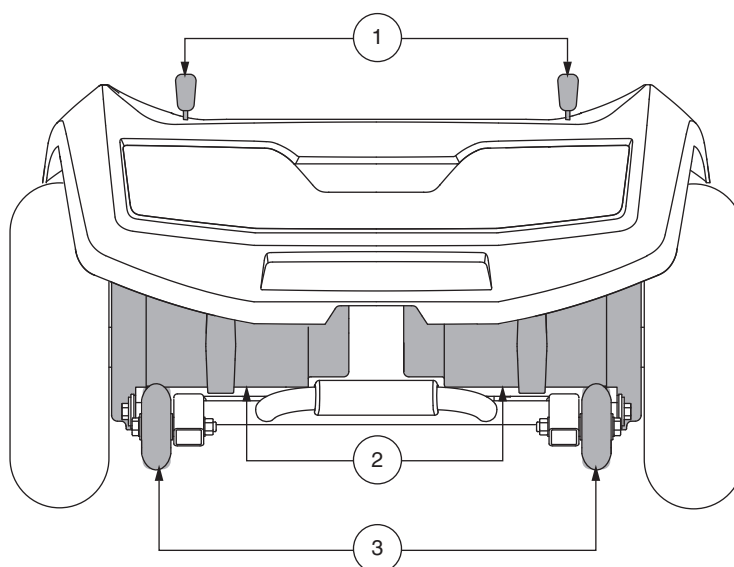
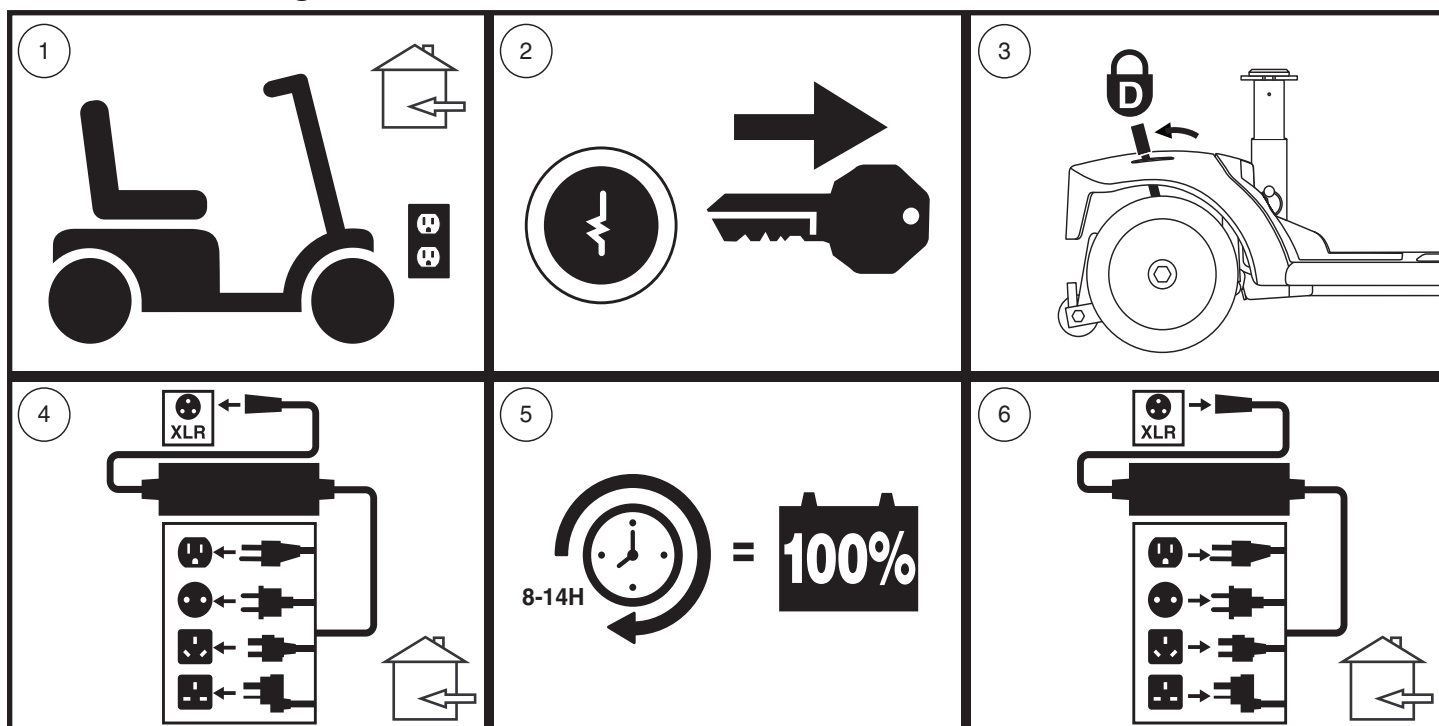

Figure 7. Section arrière - 710ZT
Figure 12. Recharge des batteries schéma des procédures
Votre Scooter est équipé de deux leviers d'embrayage manuel « pour passer au neutre » un sur chaque moteur. Ces leviers vous permettent de débrayer les moteurs de la boîte de vitesses, afin de pouvoir manoeuvrer votre scooter manuellement. Voir la figure 7.
1. Trouvez les leviers sur la section arrière de la Scooter. Voir la figure 7.
NOTE: Pour le modèle 710ZT, les leviers de roue libre manuels fonctionnent dans la direction opposée (voir figure 7); par conséquent, pour l'étape 3 de la figure 12, les leviers doivent être poussés vers l'avant pour engager le mode de conduite.